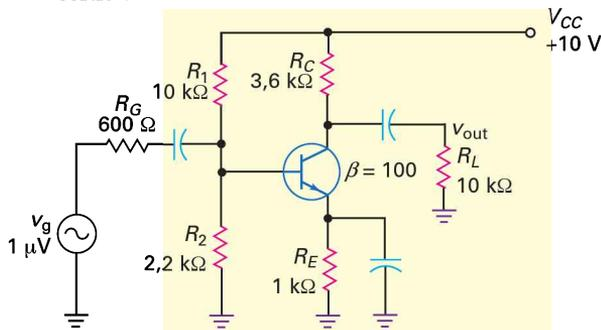

Figure 8.35
8.26 **IIII Multisim** Si la tension de l'alimentation de la figure 8.35 passe à + 15 V, que devient la tension de sortie ?
8.27 **IIII Multisim** Si la résistance d'émetteur de la figure 8.35 double, que devient la tension de sortie ?
8.28 **IIII Multisim** Si la résistance du générateur de la figure 8.35 est réduite de moitié, que devient la tension de sortie ?
8.39 Si toutes les résistances sont doublées dans la figure 8.35, quelle est la tension de sortie ?